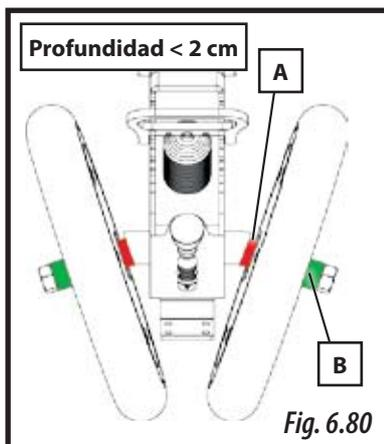

Fig. 6.80
- **PROFUNDIDAD DE SIEMBRA MENOR A 2 CM** o en el caso que **EL SURCO QUEDE ABIERTO**: se deberán montar los casquillos separadores A (estrecho) y B (ancho) tal y como se muestra en la imagen 6.80.